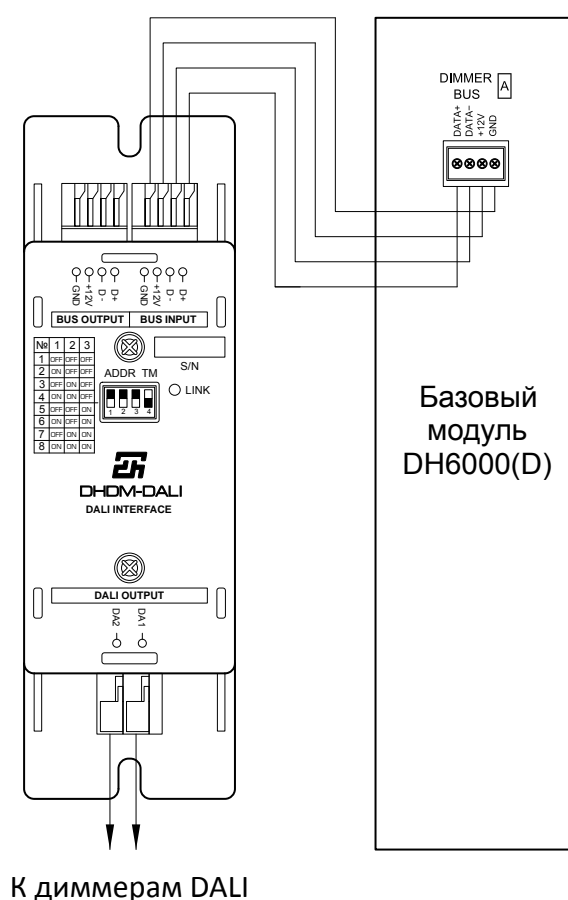
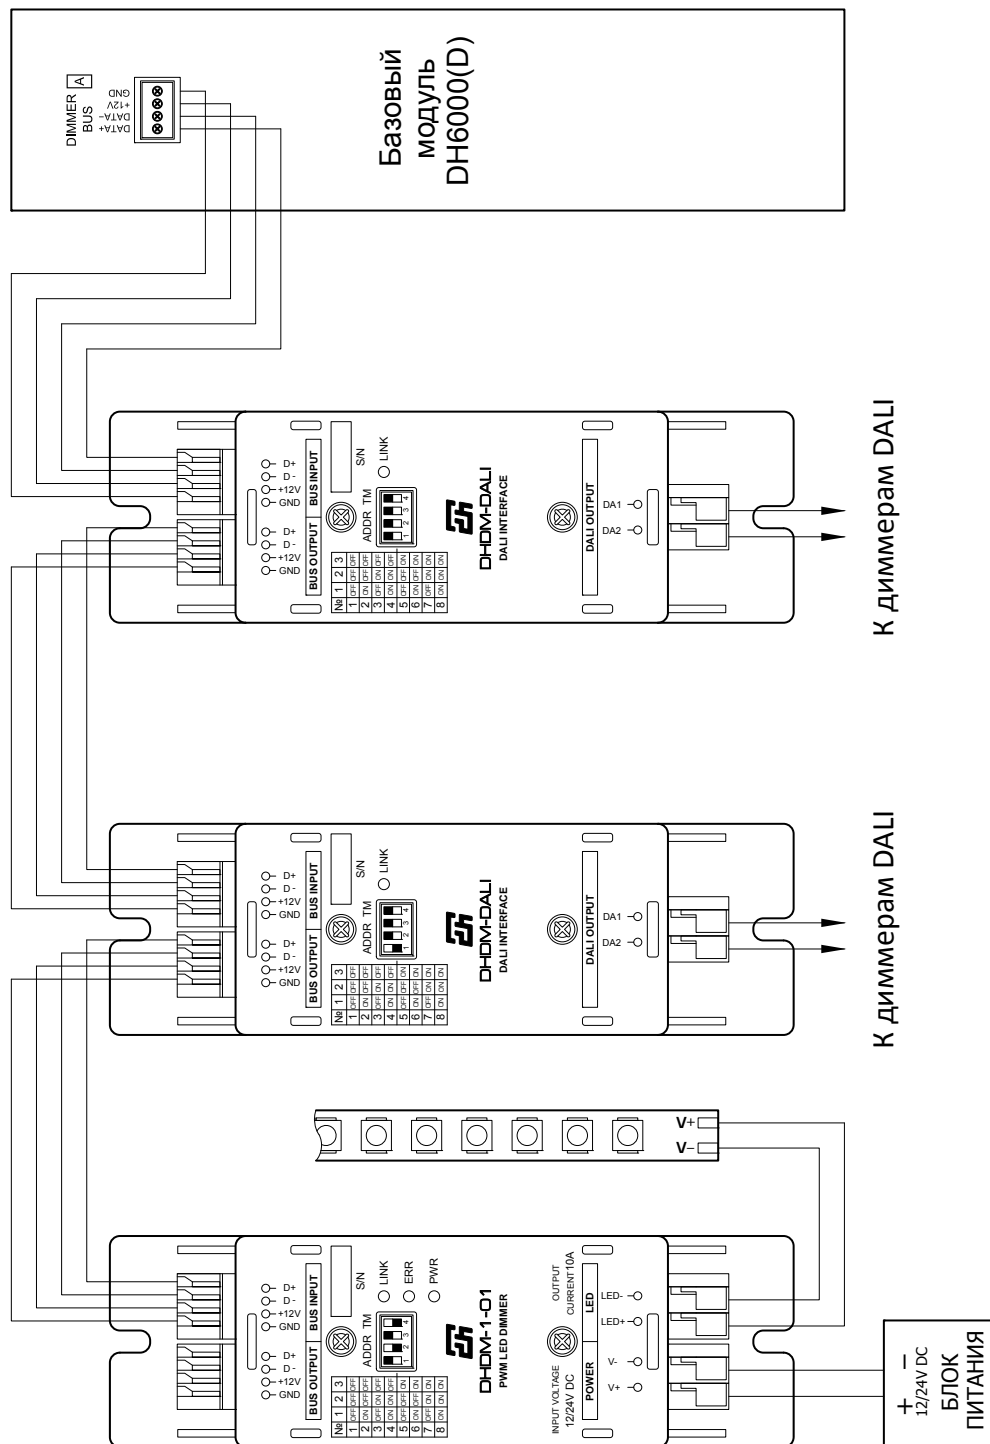

Рис. 1. Схема подключения одного модуля интерфейса DHDM-DALI
Рис. 2. Схема подключения двух модулей интерфейса DHDM-DALI и одного диммера DHDM-1-01
напряжение питания шины DALI, т.о. нет необходимости подключать внешний блок питания DALI к шине, если общее потребление тока устройствами на шине не превышает 30 мА. Это дает возможность подключить 10-15 устройств к модулю без внешнего блока питания DALI. Если требуется подключить большее количество устройств к шине DALI, то необходимо использовать дополнительный блок питания DALI. Модуль интерфейса подключается к шине DIMMER BUS [A] на базовом модуле DH6000(D) или к шине DIMMER BUS на модуле интерфейса DHDM-4-64(D). Индикатор LINK светится, если модуль правильно подключен к шине. Информация о правильном подключении модуля интерфейса к шине передается в базовый модуль и отображается в программе конфигурации. К шине DIMMER BUS [A] базового модуля можно подключить до 8 устройств (к шине модуля интерфейса DHDM-4-64(D) не более 4). Все они подключаются последовательно, т.е. вход последующего устройства подключается к выходу предыдущего. У каждого модуля интерфейса должен быть установлен свой адрес переключателем ADDR. Адреса могут устанавливаться в произвольном порядке. Не допускается использование модулей с одинаковыми адресами. У самого последнего устройства на шине, движок переключателя ТМ должен быть переведен в положение ON. Этот переключатель подключает к шине терминальный резистор для согласования шины. Для подключения модуля интерфейса к шине следует использовать кабель UTP с сечением жилы 0,2 мм2 (24AWG). Клеммы D+ и D- должны подключаться к одной витой паре. Для подключения модуля достаточно двух витых пар. Максимальное сечение проводов, подключаемых к клеммнику 0,5 мм2. Общая протяженность шины диммеров не должна превышать 200 м. На рис. 1 и рис. 2 приведены примеры подключения одного и нескольких модулей интерфейса DHDM-DALI.